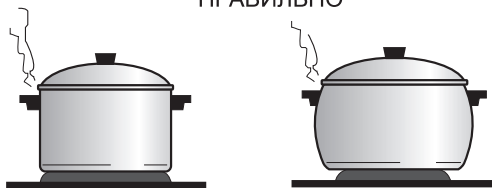

Рис. 3
- **ЗНАЙТЕ!** Для быстрого приготовления пищи посуда должна иметь плоское дно, хорошо прилегающее к поверхности конфорки. Диаметр посуды должен равняться или быть немного больше диаметра конфорки (рис. 3).